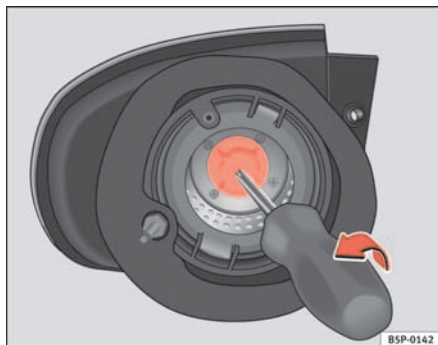

Fig. 191 Indicatore di direzione
- Estrarre il portalampade dell'indicatore di direzione con l'aiuto di un cacciavite seguendo il senso della freccia ⇒ fig. 191.